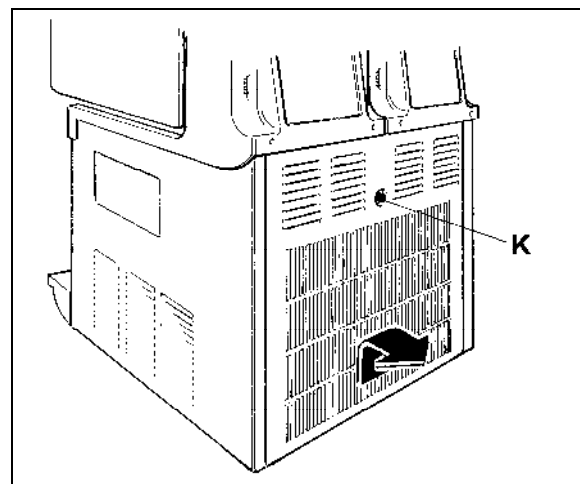

Fig. 26
- Svitare il pomello K in modo da poter rimuovere il pannello posteriore X (vedi fig.26).